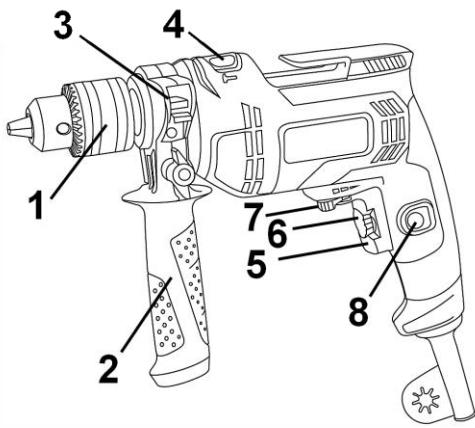

Рисунок 1
- 3.4.1 Изделие имеет два режима работы: ударно-вращательный и вращательный. Переключение режимов работы изделия осуществляется переводом переключателя (4) (см. рис.1) из одного крайнего положения в другое в сторону соответствующего символа режима работы:
- Ударно-вращательный режим – переключатель (4) должен быть переведен до упора в сторону символа .
- Вращательный режим – переключатель (4) должен быть переведен до упора в сторону символа .
5.2 Выберите необходимый режим работы изделия с помощью переключателя (4) (см. рисунок 1).
Переключение режимов работы изделия осуществляется переводом переключателя (4) (см. рис.1) из одного крайнего положения в другое в сторону соответствующего знака режима работы: